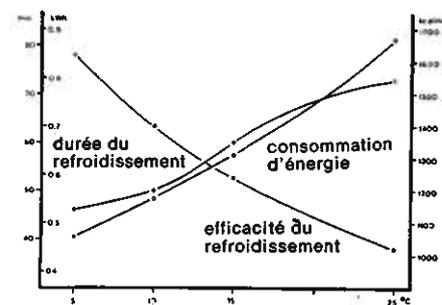

Fig. 24 Influence de la température ambiante sur le rendement frigorifique et sur la consommation d'énergie
- accroissement de la température ambiante (mauvaises disposition et aération de l'installation, voir fig. 24)